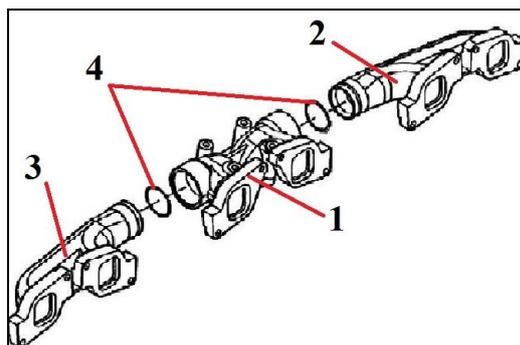

Рис. 46. Разборка выпускного коллектора
3.7. Выпускной коллектор (Рис. 46)